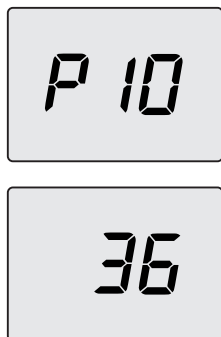

Figura 5.45
- Scorrere i vari parametri utilizzando i tasti 13 o 14 fino a far apparire sul display LCD le lettere **P10** che si alternano con il valore del parametro, indicanti l'entrata nel "parametro 10" (Figura 5.45).
- Premendo contemporaneamente i tasti 12 e 13 (Figura 5.43) si esce senza modificare il valore (ritorno alla lista parametri Figura 5.45)